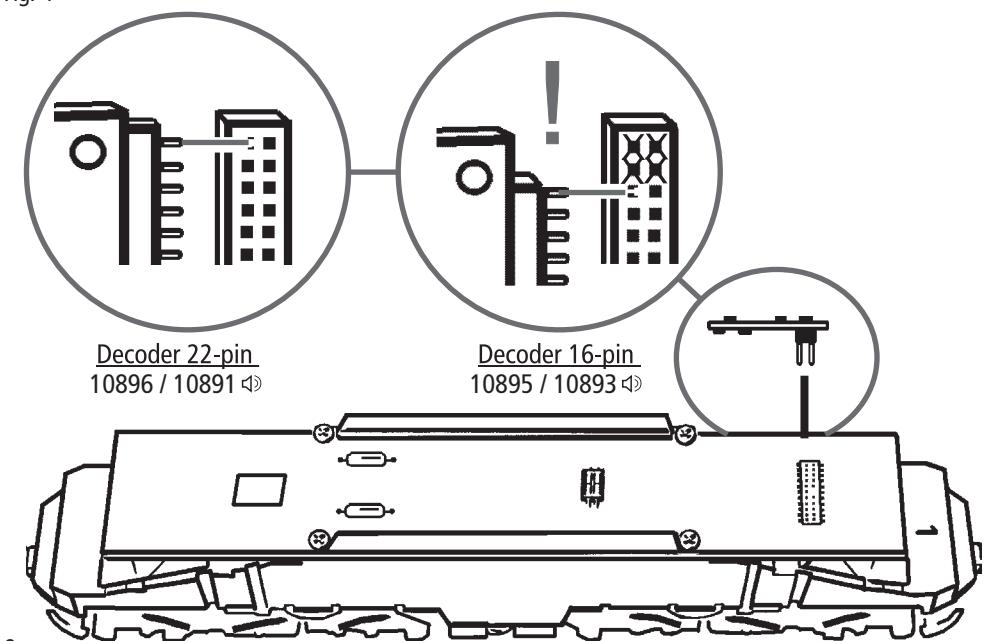

Fig. 3
2. Schmierung: Versiehen Sie die im Schmierplan in Fig. 8 gekennzeichneten Stellen mit nur **kleinen Öltropfen**. Dazu zuerst das Lokgehäuse abnehmen (Fig. 3). Wir empfehlen den ROCO **Öler Art.-Nr. 10906**. Fürs Schmieren der Getriebeteile (Zahnräder, Schnecke) empfehlen wir das **ROCO-Spezialfett Art.-Nr. 10905**. Im Falle der Schmierung diese Teile **nicht ölen**.
2. Lubrication: Apply **tiny oil drops** to spots marked in fig. 8. Prior to lubrication dismantle locomotive (fig. 3). We recommend using item no. **10906, ROCO oiler**. For lubrication the gearparts (e.g. cogwheels, worm) we would recommend our ROCO **special grease** (item no. **10905**).
4. Carbon Brush Changing: First remove loco body (fig. 3), and then the motor (fig. 5).
2. Graissage: N'appliquez **qu'une tout petite goutte** aux endroits indiqués par le plan de graissage (fig. 8) après avoir démonté la caisse de la locomotive (fig. 3). Nous vous recommandons **le graisseur à huile ROCO réf. 10906**. Pour graisser les engrenages (roues dentées, vis sans fin) nous vous conseillons la **graisse spéciale ROCO réf. 10905** pour engrenages en matières synthétiques. Lorsque vous utilisez cette graisse il faut éviter d'huiler ces composants.
voir } Fig.3